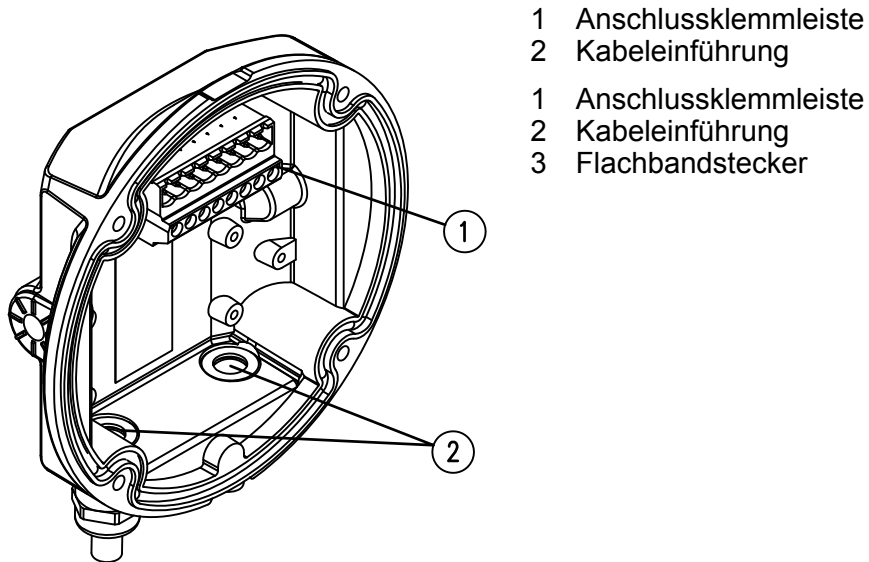
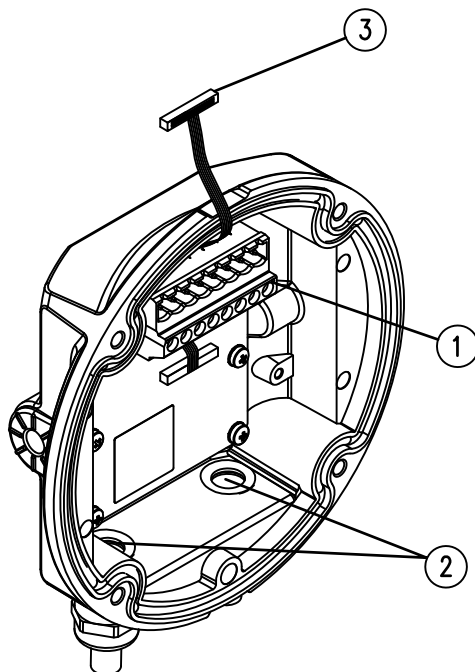

Abb. 23: Meldersockel MX5000
Abb. 24: Meldersockel MX5000 LCD
4. ➤ Anschlusskabel durch die Kabeleinführung (Abb. 23/2 und Abb. 24/2) in den Meldersockel führen und an der Anschlussklemmleiste (Abb. 23/1 und Abb. 24/1) anschließen. Detaillierte Informationen ↪ Kapitel 6.6 „Elektrischer Anschluss“ auf Seite 69
6. ➤ Bei Verwendung des Meldersockels UniVario® MX5000 LCD: Flachbandstecker (Abb. 24/3) des LCD-Displays vorsichtig in die Stiftleiste (Abb. 2/2) am Melder stecken.